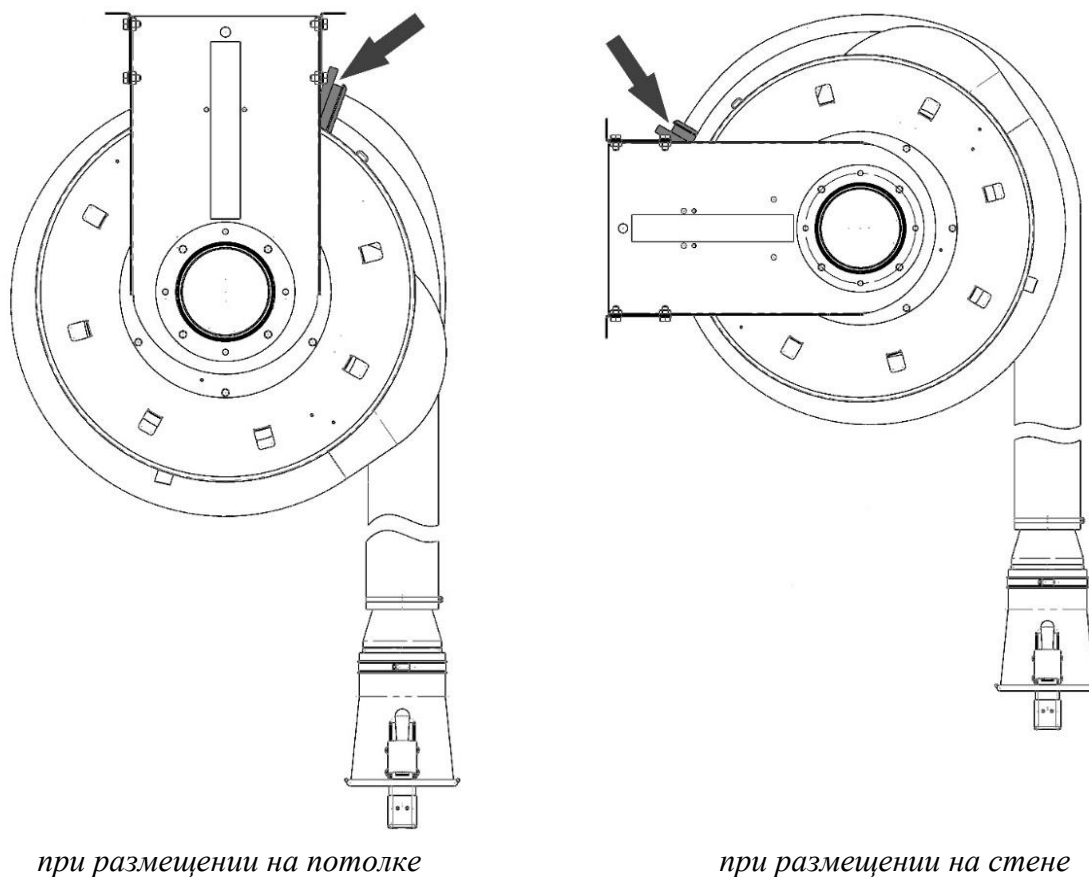

Рисунок 5
5.1.6 На гибкий шланг катушки необходимо установить резиновый ограничитель и газоприёмную насадку. Резиновый ограничитель на шланг требуется установить таким образом, чтобы газоприёмная насадка находилась на расстоянии 1,7 – 2,0 м от пола при упоре ограничителя в раму катушки (рисунок 5).